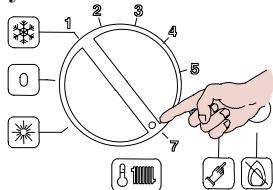

рисунок 2.6
Температура на выходе в системе отопления изменяется от мин. 38 градусов С до макс. 80 градусов С (рисунок 2.6), поворотом переключателя (14)